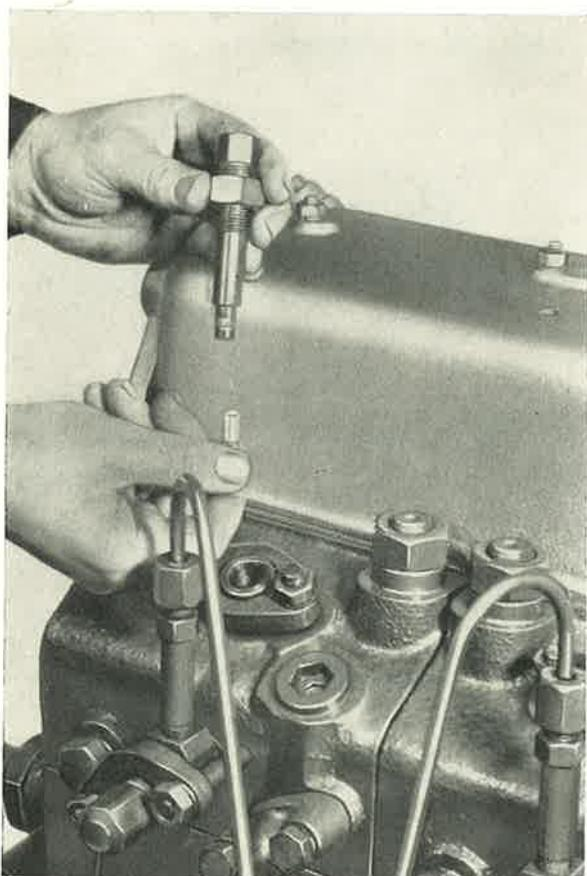

Abb. 62
- c) Die Schrauben der Zündpatronenhalter heraus-schrauben und die Patronen so in den Unterteil des Halters einsetzen, dass sie etwa 2 cm über den Rand ragen (Abb. 62). Die Patronen anzünden, die Schrauben in die Zylinderköpfe schnell einschrauben und den Motor anwerfen. Diese Möglichkeit besteht nur bei Motoren, die von Hand oder elektrisch angeworfen werden.